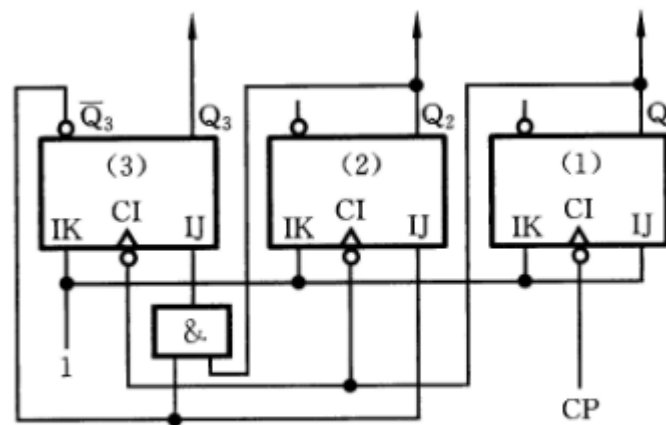

图 6.37 逻辑电路
- 请在Logisim上实现习题6.2的电路（图6.37），并验证该电路的功能。
6.2 分析图 6.37 所示脉冲异步时序逻辑电路。